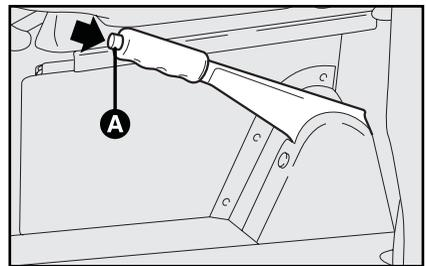

Abb. 1
- 1) den Hebel leicht anheben und den Verriegelungsknopf **A**, **Abb. 1** drücken;